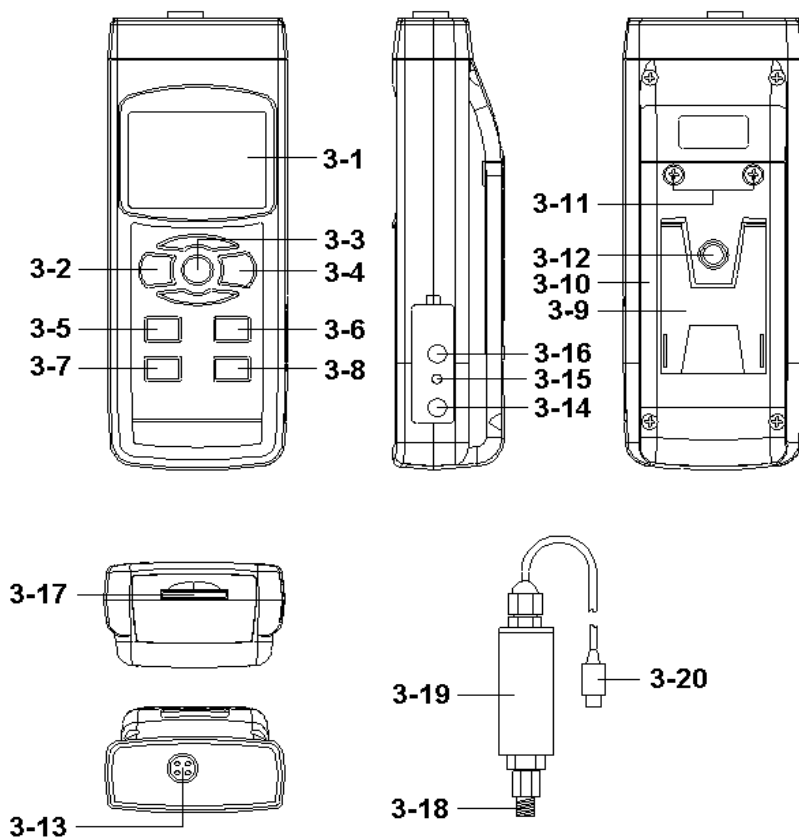

Fig. 1
Dopo aver scelto il sensore da pressione più adatto, prema il tasto del tipo di sensore (3-6, Fig. 1). Nel display apparirà il tipo di sensore da confermare.
Per esempio, se il sensore che si è scelto è quello di 2 bar (Modello: PS100-2BAR), se preme il tasto del tipo di sensore (3-6, Fig. 1) nel display apparirà:
- 1) Collegare "Spina del Sensore da pressione" (3-20, Fig. 1) alla " presa di entrata della sonda" del misuratore (3-13, Fig. 1)
- 2) Accenda il misuratore premendo il "Tasto Power" (3-2, Fig. 1) una volta.
- 3) Prema il "Tasto del tipo di sensore" (3-6, Fig 1) per comprovare se il tipo di sensore è lo stesso del sensore da pressione esterno.
- 4) Prema il " Tasto Unit " (3-5, Fig. 1) in sequenza per selezionare la unità di misura come: Bar, Psi, Kg/cm², mm Hg, inch Hg, misuratore H2O, inch H2O, Atmosfera, hPA, kPA.
Se nel display non appare il valore zero, prema il "Tasto Zero" (3-7, Fig. 1), > 10 secondi continuamente e il valore del display cambierà a zero.
- 6) Collegi il "Porto connettore del Sensore da pressione" (3-18, Fig. 1) per la installazione per misurare il valore della pressione.
Durante la misurazione, prema il "Tasto Hold" (3-3, Fig. 1) per mantenere il valore della misurazione e il display LCD mostrerà il simbolo " HOLD ".
- 1) La funzione di registrazione dei dati memorizza le letture dei valori massimi e minimi. Prema il tasto "REC " (3-4, Fig.1) una volta per avviare la funzione. Il simbolo " REC " apparirà nel display.
- a) Prema il tasto " REC " (3-4, Fig. 1) il simbolo " REC. MAX. " apparirà nel display insieme al valore massimo.
Se vuole cancellare il valore massimo, prema il " Tasto Hold " (3-3, Fig. 1) una volta, e nel display apparirà solo il simbolo " REC. " mentre la funzione di memoria si eseguirà continuamente.
b) Prema il "Tasto REC " (3-4, Fig. 1) di nuovo, il simbolo " REC. MIN. " apparirà nel display insieme al valore minimo.
Se vuole cancellare il valore minimo, prema il " Tasto Hold " (3-3, Fig. 1) una volta, e nel display apparirà solo il simbolo " REC. " mentre la funzione di memoria si eseguirà continuamente.
Prepari una memory card SD (da 1 GB fino a 16 GB), inserisca la scheda SD nella fessura della scheda (3-17, Fig. 1). La parte frontale della scheda SD dovrà essere rivolta verso il basso.
Prema il tasto " REC" (3-4, Fig. 1) una volta nel display LCD apparirà il testo "REC", quindi prema il "Tasto Logger" (3-8, Fig. 1), e il simbolo " DATALOGGER " lampeggerà mentre i dati della misurazione e l'informazione oraria si memorizzeranno nel circuito della memoria.
Durante la esecuzione della funzione di Datalogger, se si preme il tasto " Logger " (3-8, Fig. 1) una volta, si fermerà la funzione di Datalogger (smetterà di memorizzare i dati della misurazione temporalmente). Allo stesso tempo, il testo "DATALOGGER " smetterà di lampeggiare.
Se preme il tasto " Logger " (3-8, Fig. 1) ancora una volta si eseguirà il Datalogger di nuovo, il testo " DATALOGGER " lampeggerà nel display.
Mentre la funzione Datalogger è ferma, preme il tasto " REC " (3-4, Fig. 1) per almeno due secondi di seguito. La indicazione " REC " scomparirà e terminerà la funzione datalogger.
Prema il tasto " REC (3-4, Fig. 1) una volta, nel display apparirà il testo " REC ", quindi preme il tasto " Logger "(3-8, Fig. 1) una volta e il simbolo REC lampeggerà e il bip suonerà una volta allo stesso tempo che i dati della misurazione con l'informazione oraria verranno memorizzati nel circuito della memoria. Il display inferiore mostrerà la posizione (Localizzaione) e si memorizzerà anche nella scheda SD.